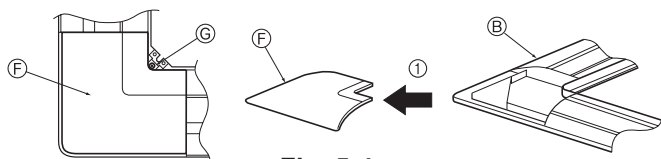

Fig. 5-4
5.2.2. Πώς αφαιρείται το γωνιακό πλαίσιο (Fig. 5-4)
- Αφαιρέστε τη βίδα από τη γωνία του γωνιακού πλαισίου. Σύρατε το γωνιακό πλαίσιο όπως δείχνει το βέλος ① για να το αφαιρέσετε.